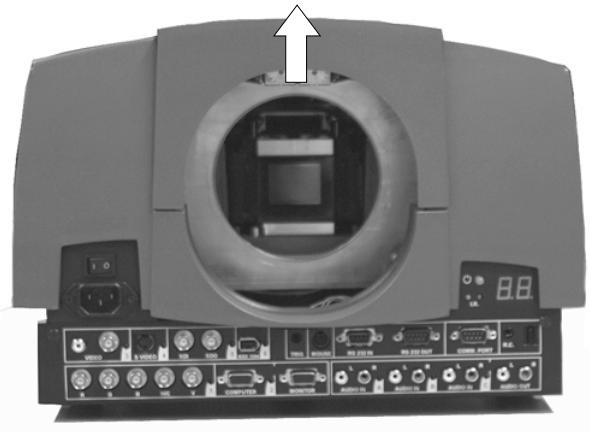
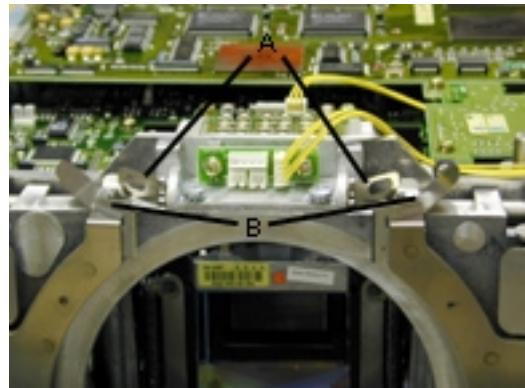

Figure 1
Figure 2
2. Ouvrir le cache d'objectif en le faisant pivoter en haut et l'enlever (voir figure 1).
3. Repousser la pince de fixation (A) vers l'avant.
Ouvrir les deux bloque-lentille (B) en les repoussant vers l'arrière (voir figure 2).